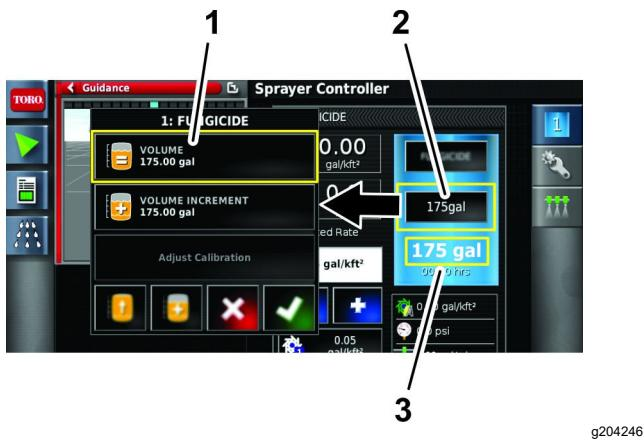

Figura 36
2. Pulse el icône VOLUMEN (Figura 36).